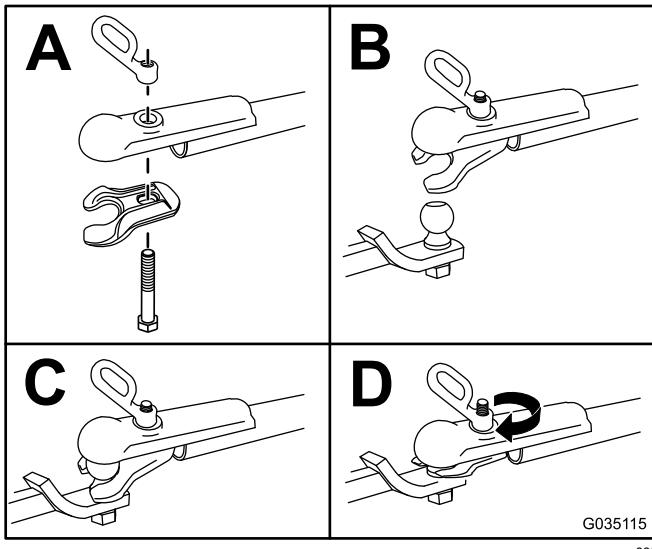

Figure 16
- Attelez la machine comme montré à la Figure 16.